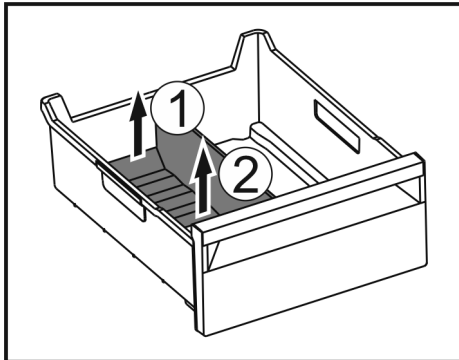

Fig. 149
► 提升冰格分隔器后部。 Fig. 149 (1)
► 向上取出冰格分隔器。 Fig. 149 (2)